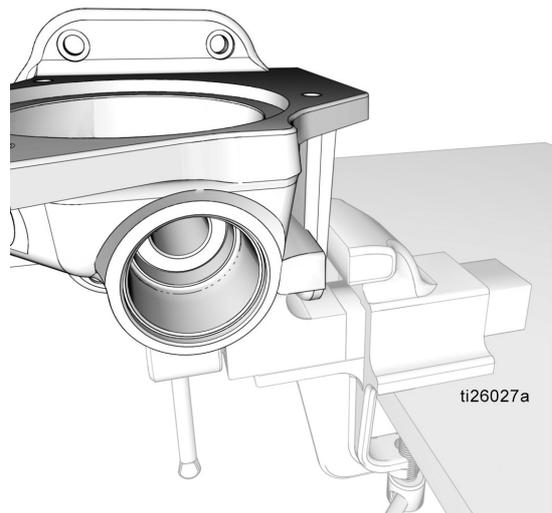

FIG. 39
- 4. Riposizionare la base della pompa (1) in una morsa come mostrato in FIG. 39.